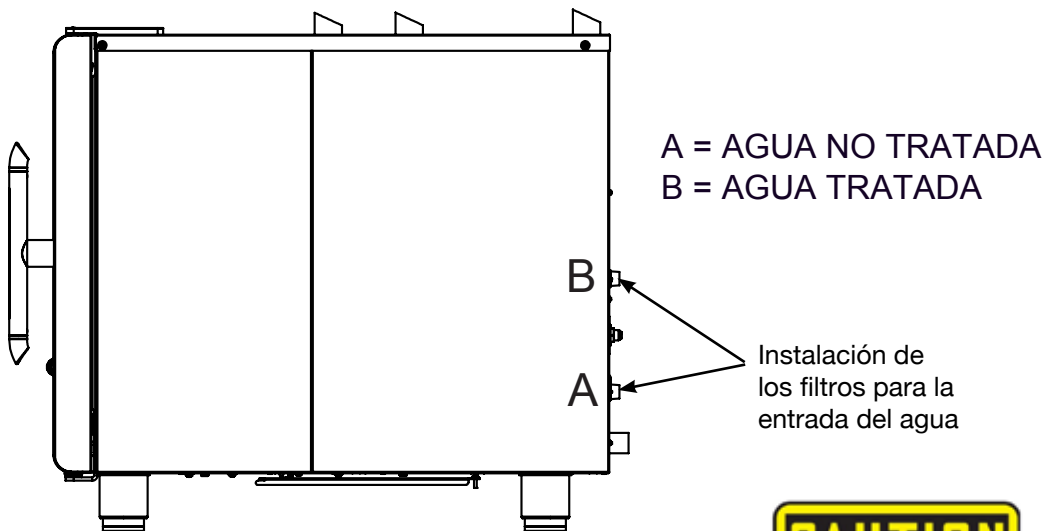

Figura 1
- Instale los filtros para la entrada del agua (suministrados [véase la Figura 1] antes de conectar el horno a la toma de agua.